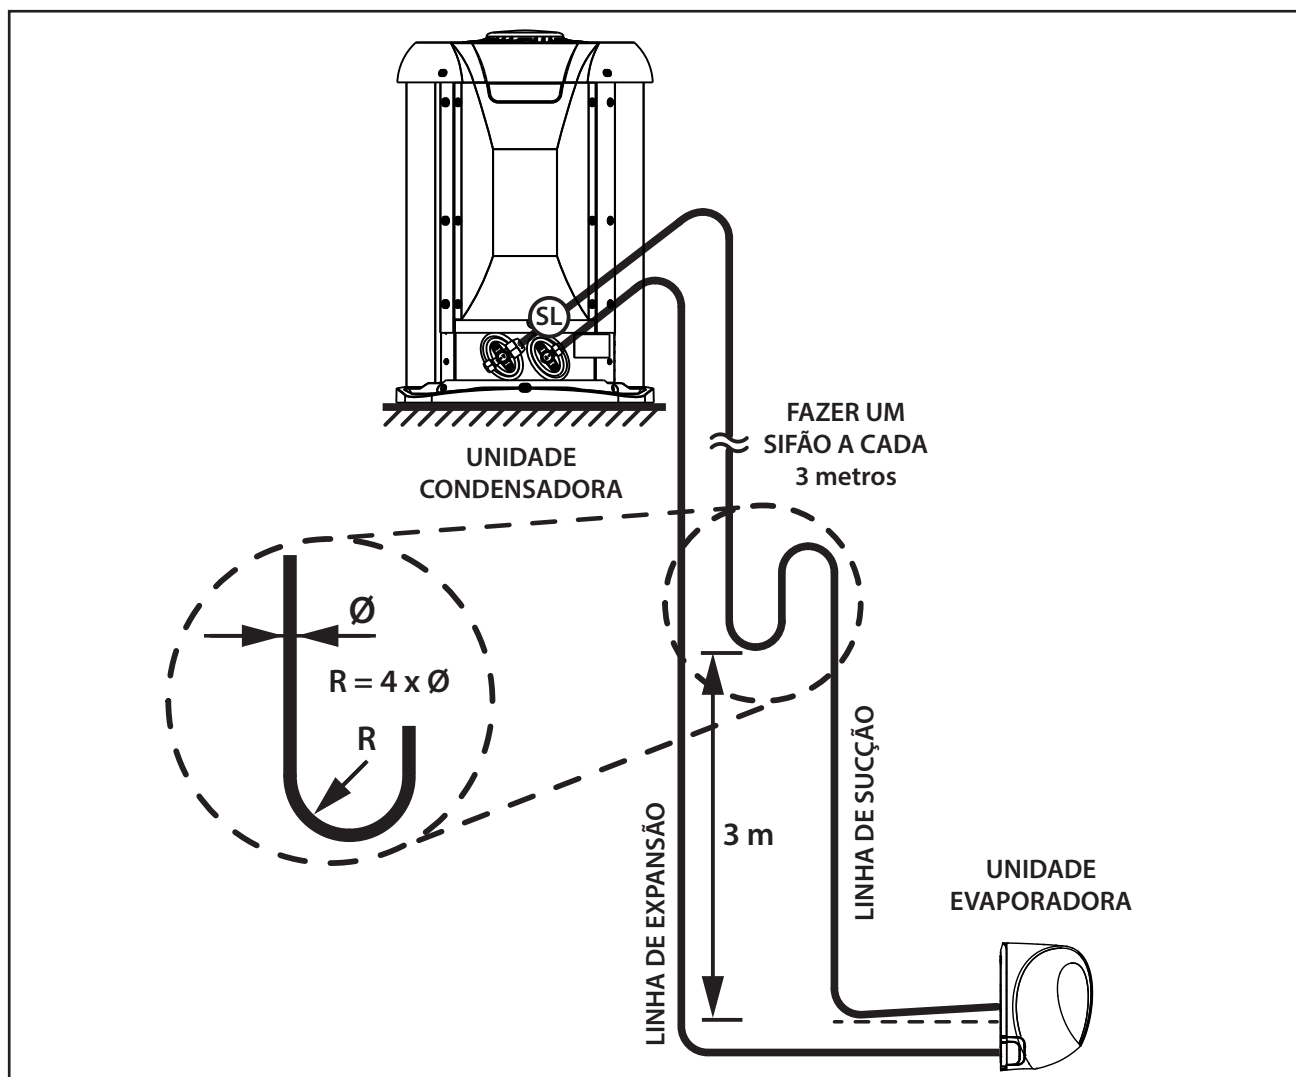

FIG. 22 - INSTALAÇÃO LINHAS DE INTERLIGAÇÃO
- 1º Quando a unidade condensadora estiver em um nível superior ao da unidade evaporadora, fazer sifões nas subidas da linha de sucção a **cada 3,0 metros**; considerando desde a saída da evaporadora (Fig. 22).